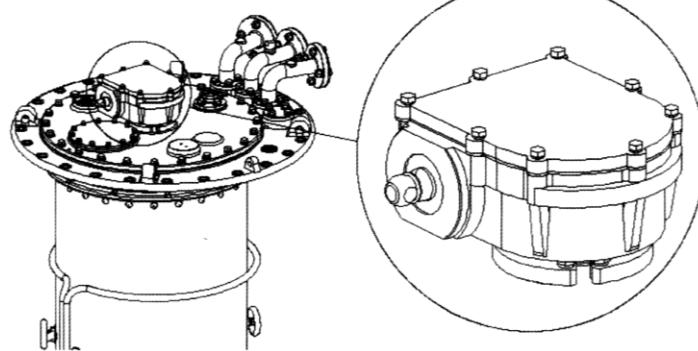

Рисунок 46 Регулировка
- 2) Вращая приводной вал верхнего редуктора, повернуть корпус редуктора в нужную сторону. (Рисунок 46).